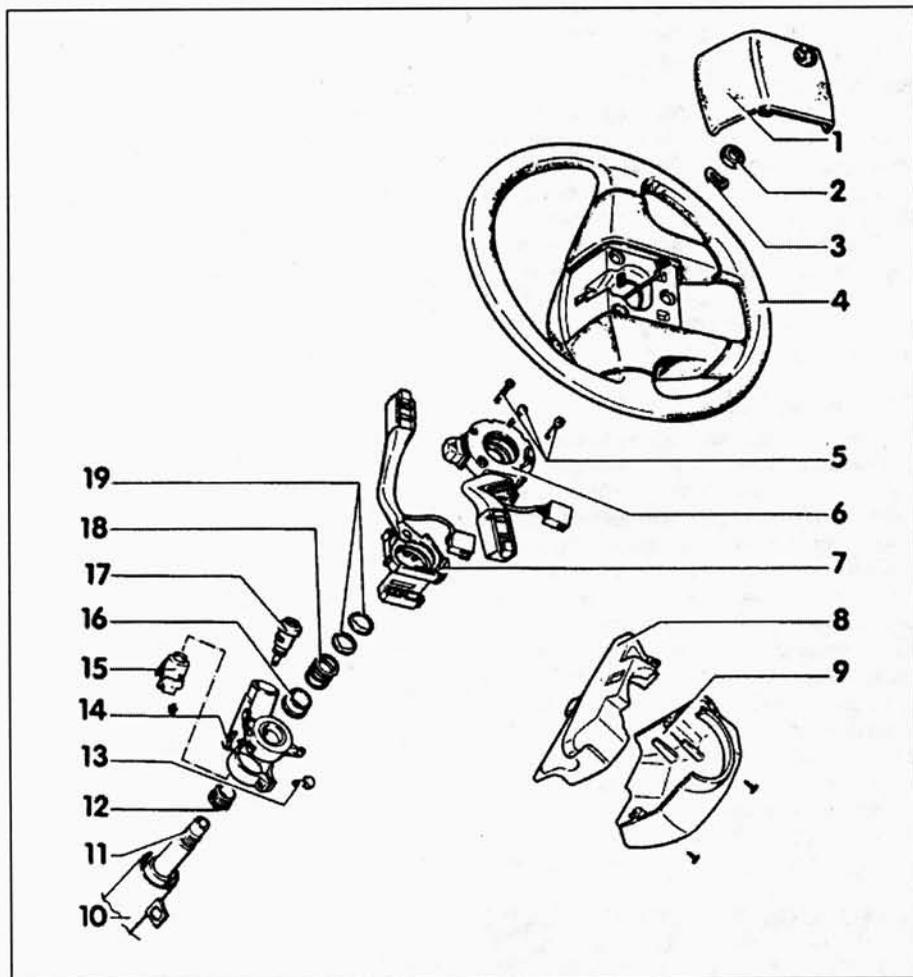

Рис. 4.4. Элементы замка зажигания/замка рулевой колонки
- 4 Выньте пружинную шайбу, пружину и контактное кольцо (рис. 4.4).